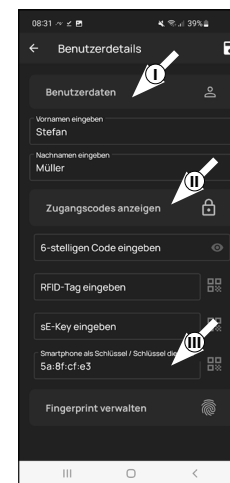

Fig. 3
Dans ce paragraphe, vous pouvez enregistrer les médiums d'identification souhaités par l'utilisateur (II) (Fig. 3). Le profil d'utilisateur du premier utilisateur a déjà été créé automatiquement en ouvrant la serrure par smartphone (III) (Fig. 3).